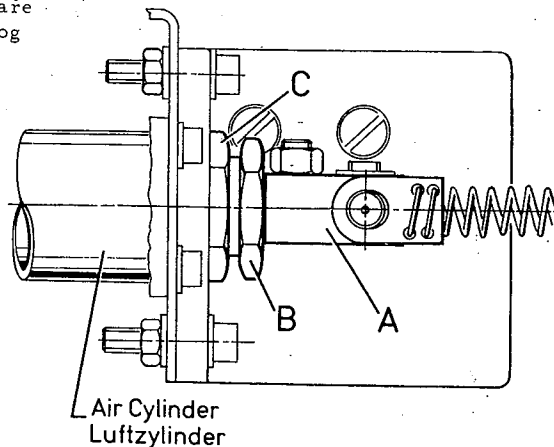

Fig. 1
The chain-respectively tape cutter however is not actuated by a solenoid but by a single-acting air cylinder which is controlled by a solenoid valve. The piston of the air cylinder should not strike against the cylinder inside when actuated, the stroke of the piston must be limited by clamp (A, Fig. 1) striking against hexagonal stop screw (B, Fig. 1). Stop screw (B) can be set accordingly. Loosen nut (C, Fig. 1) for this adjustment and set stop screw (B) as required. Retighten nut (C).
Der Ketten- bzw. Bandabschneider wird jedoch nicht mit einem Elektromagneten betätigt, sondern von einem über ein Magnetventil gesteuerten einwirkenden Luftzylinder. Der Kolben des Luftzylinders darf beim Betätigen nicht im Zylinder anschlagen, sondern das Klemmstück (A, Fig. 1) soll durch Anschlagen an der Sechskant-Anschlagschraube (B, Fig. 1) den Weg des Kolbens begrenzen. Die Anschlagschraube (B) kann entsprechend eingestellt werden. Lösen Sie dazu die Mutter (C, Fig. 1) und stellen Sie die Anschlagschraube (B) nach Bedarf. Ziehen Sie die Mutter (C) wieder an.